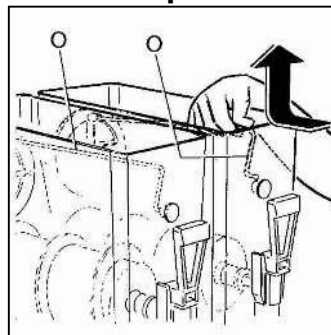

Fig. 10
-Extraire le dispositif de mélange supérieur (O) en le poussant légèrement en arrière pour pouvoir le désencaster de son logement (voir fig. 10).